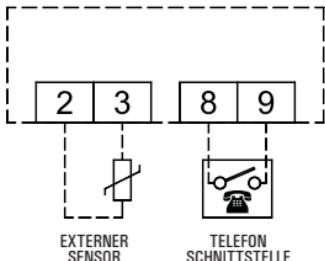

Abb. 4
4. Stellen Sie die elektrische Verbindung her (z. Bsp. zur Telefon-Schnittstelle, etc.), siehe Abb. 4.